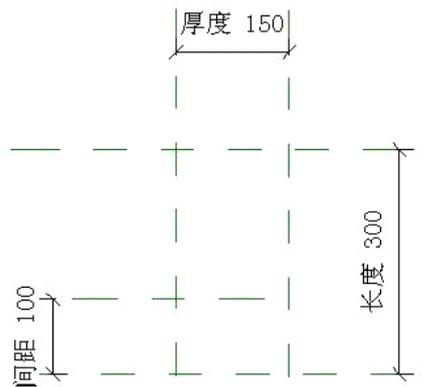

图 19.5-2
- b) 添加尺寸参数。选择长度为 300 的尺寸标注，在选项栏中单击“标签”后的下拉按钮，选择“添加参数”，打开“参数属性”对话框，输入名称“长度”，选择“其他”，确定。同理，将长度为 150 的尺寸标注添加厚度参数，将长度为 100 的尺寸标注添加间距参数（如图 19.5-2 所示）。